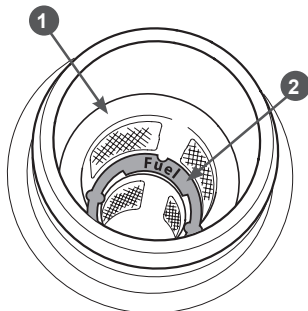

Рис. 11. Указатель максимального уровня топлива в топливном баке
Не заполняйте топливный бак полностью. Заполняйте топливный бак не выше указателя максимального уровня («Fuel»), расположенного в сетчатом фильтре в горловине топливного бака (Рис. 11).
3. Залейте бензин в топливный бак при помощи специальной емкости или воронки до уровня, показанного на Рис. 11.